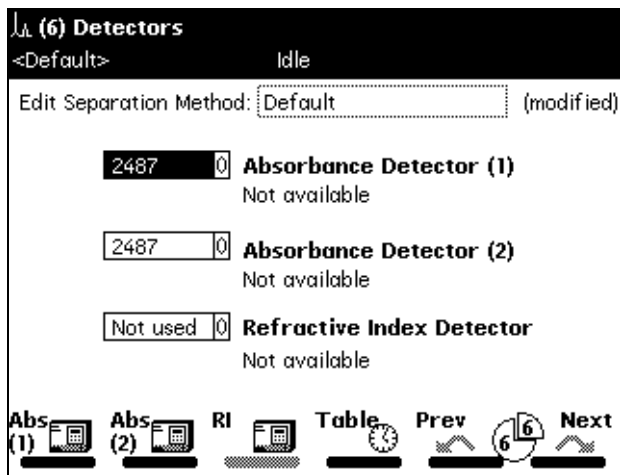

图 6-10 检测器屏幕
1. 按 **Next**（下一屏）或 **Prev**（上一屏）屏幕键以显示 Detectors（检测器）屏幕（图 6-10）。